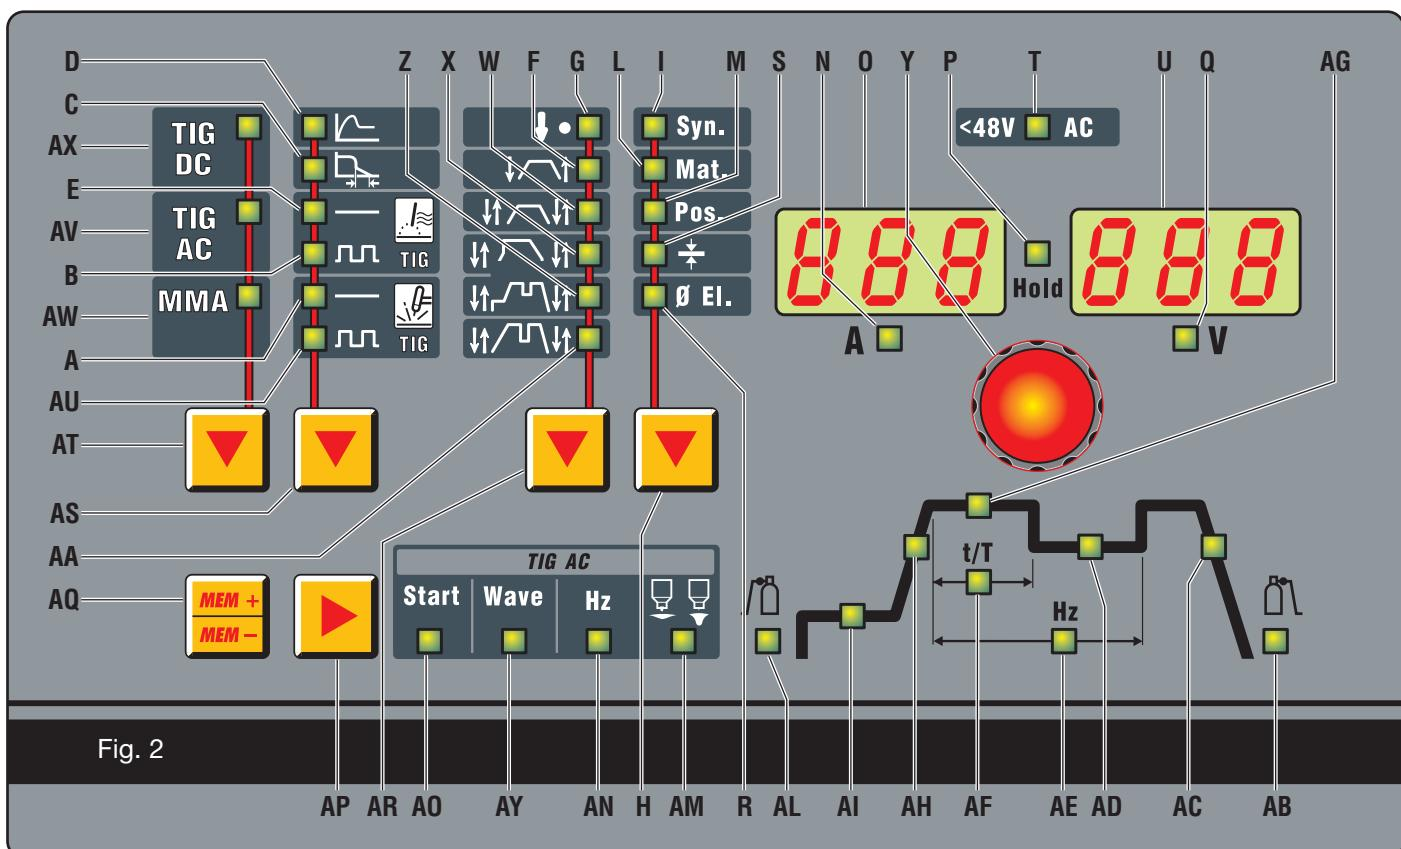

Fig. 2
3.3 DESCRIÇÃO DO PAINEL (Fig.2).